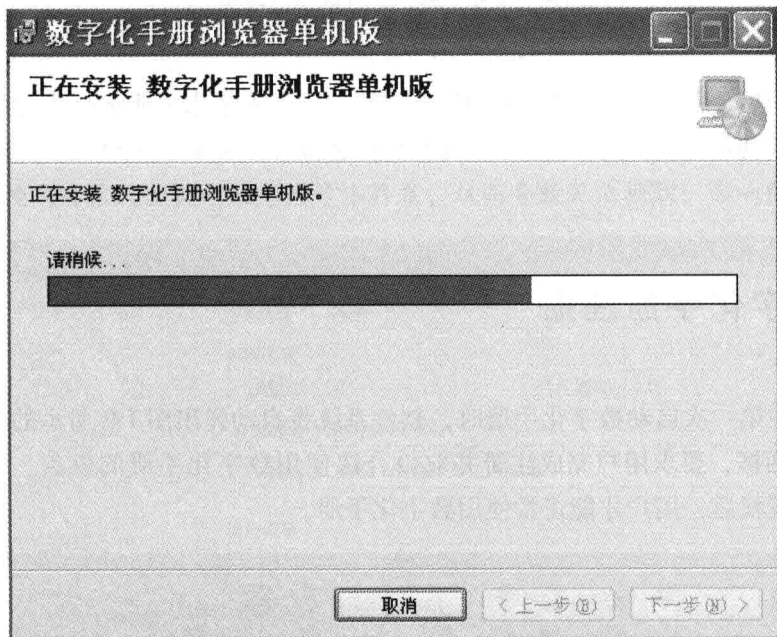

图 1-7 安装过程
7) 在安装过程中, 安装向导显示图 1-7 所示的安装过程, 在此期间, 用户可随时单击“取消”按钮取消当前的安装。